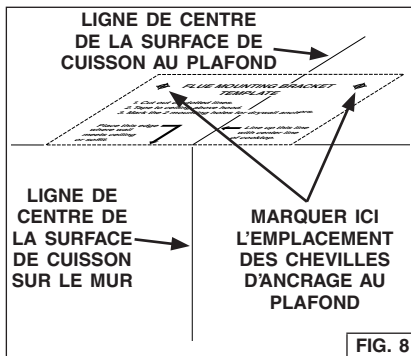

FIG. 8
1. Découpez et fixez le gabarit « Bride de montage du conduit » dans l'angle du plafond. Alignez le centre du gabarit sur la ligne de centre de la surface de cuisson. Fig. 8.
2. Percez des trous de 7,9 mm (5/16 po) au plafond. Installez deux (2) chevilles d'ancrage.